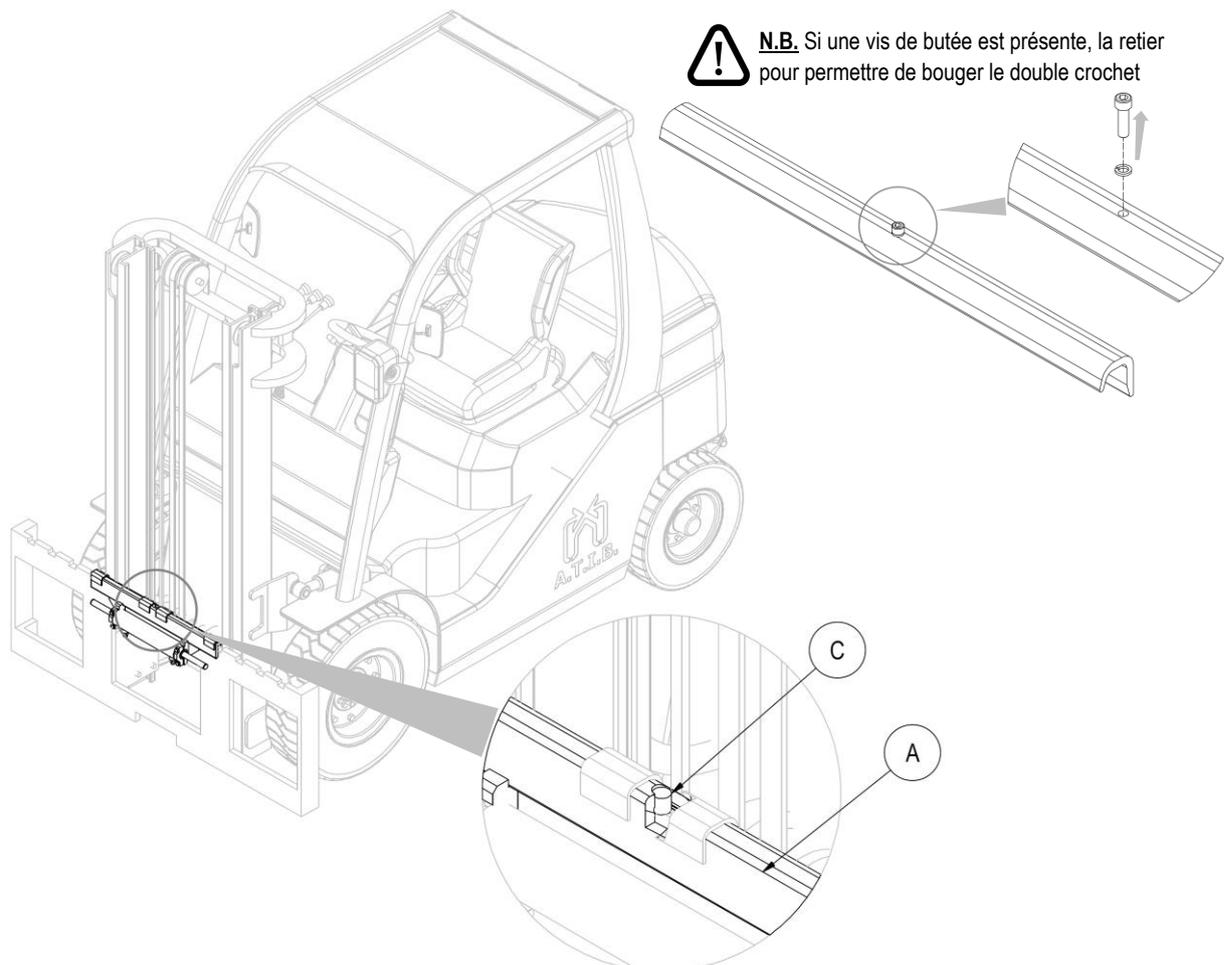

Figure 8
4. Saisir manuellement le double crochet A (avec les bagues de glissement et le vérin de translation correspondant), et le positionner sur le profil supérieur du tablier porte-fourches, en veillant à emboîter le goujon de centrage C dans l'encoche centrale de celui-ci (voir *Figure 8*).